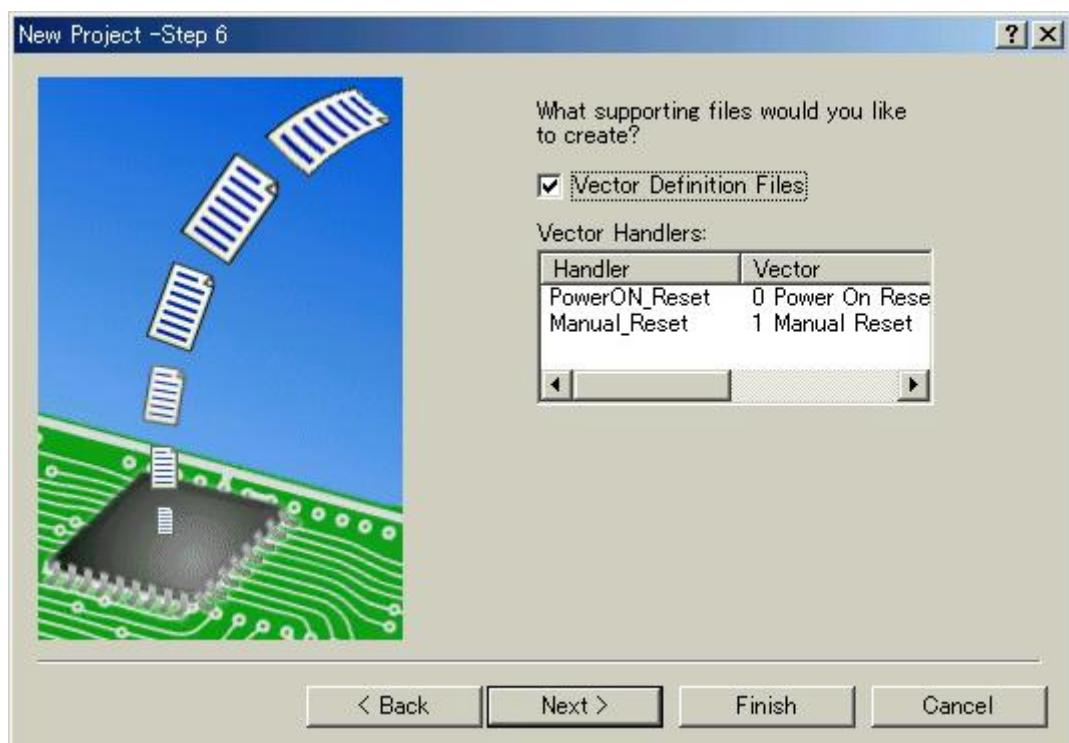

図 2.7 ベクタ設定画面 (Step6)
Step5画面で [Next >] をクリックすると、図 2.7に示す画面を表示します。この画面で、ベクタを設定します。